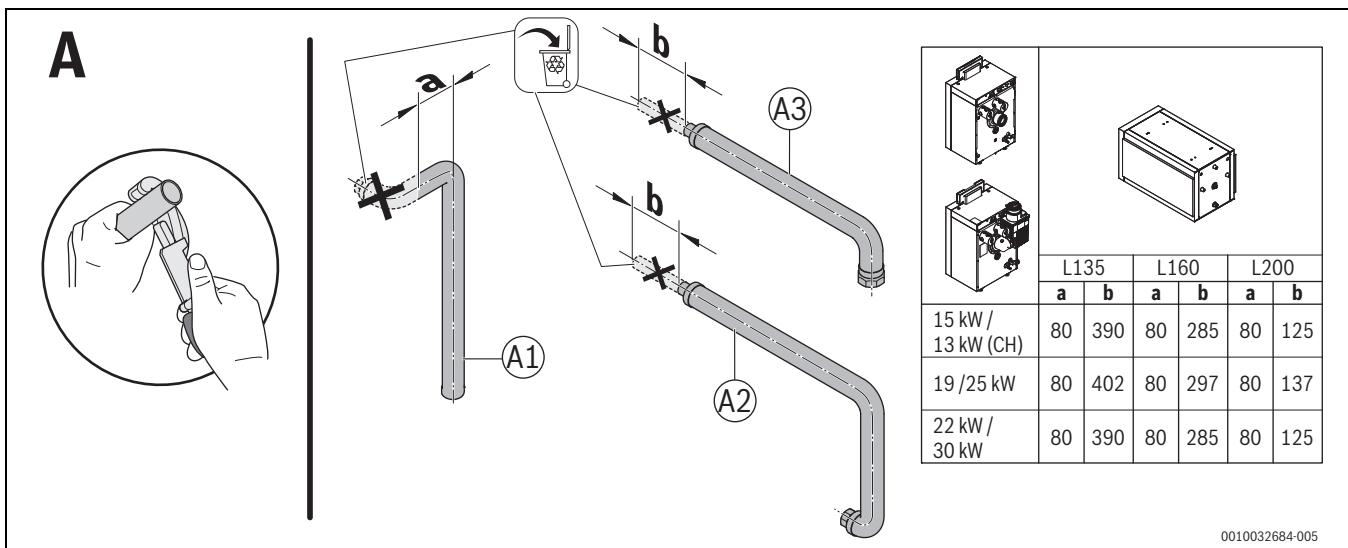

Bild 11 Kürzen der Rohre, Variante A
- Rohre entsprechend Bild 11 und 12 kürzen und montieren.
Kürzen der Rohre entsprechend Bild 11 vornehmen. Ansonsten Installationsanleitung des Speicherverbindungs-Sets beachten.